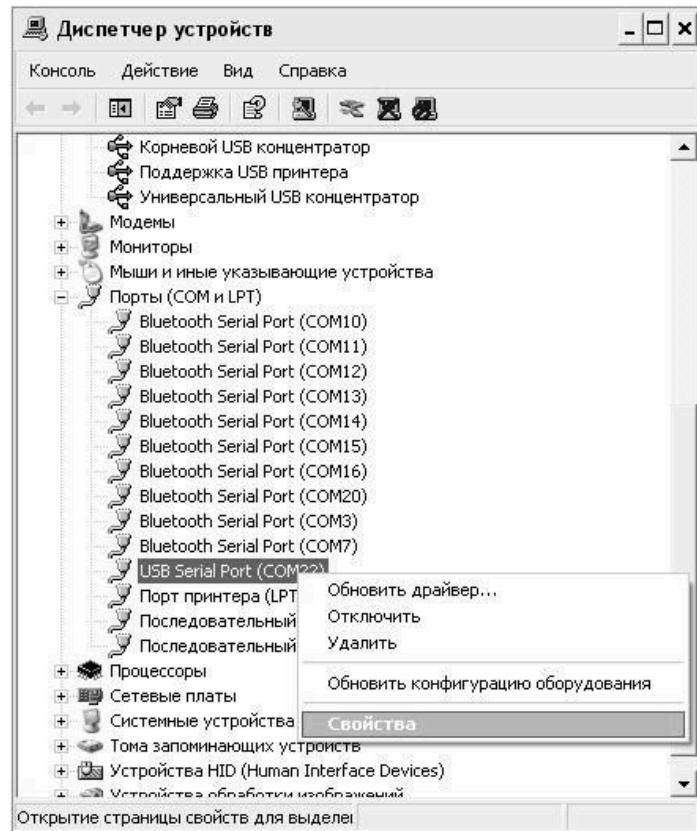
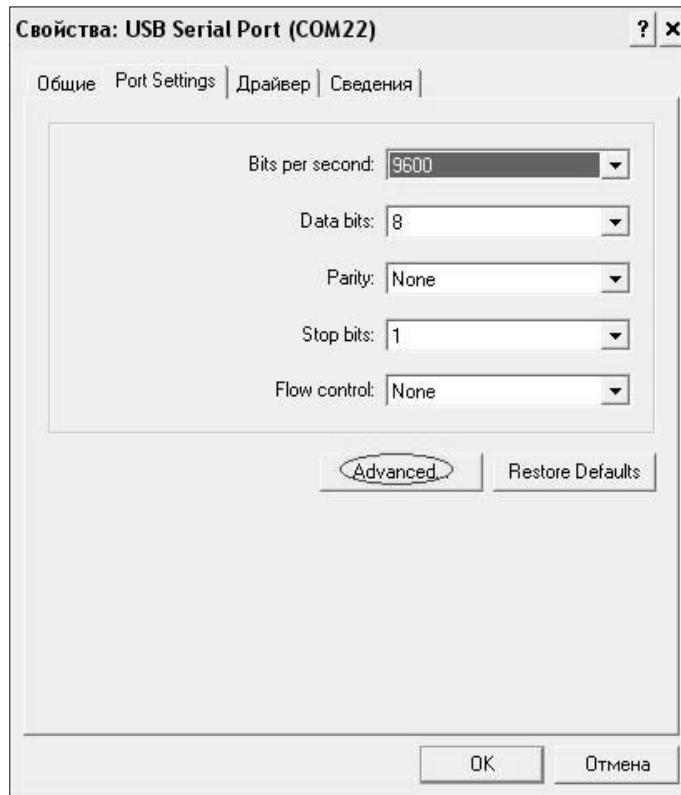
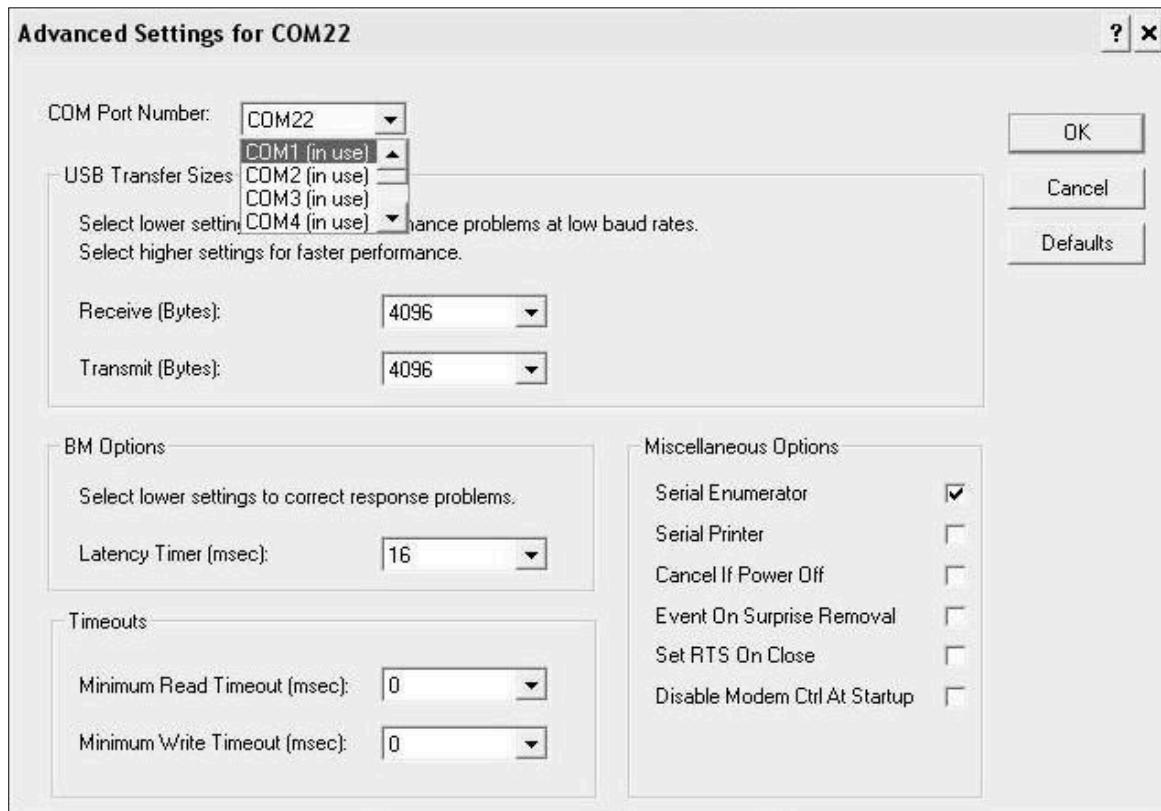

Рисунок 2.7 – Окно диспетчера устройств
Рисунок 2.8 – Окно свойств USB-порта
Рисунок 2.9 – Дополнительные настройки драйвера
- найти строку «USB Serial Port (COM№)», в скобках указан номер COM-порта, если номер в скобках «1» настройка завершена - ничего менять не нужно, если номер не «1» необходимо вызвать окно свойств «USB Serial Port (COM №)» (правой клавишей мыши щелкнуть по строке USB Serial Port (COM №) и выбрать пункт меню «Свойства») (рисунок 2.7), перейти на вкладку «Параметры Окна», нажать кнопку «Дополнительно» (рисунок 2.8) и в выпадающем списке «Номер Com-порта» выбрать «COM 1» (рисунок 2.9), нажать кнопку «OK».